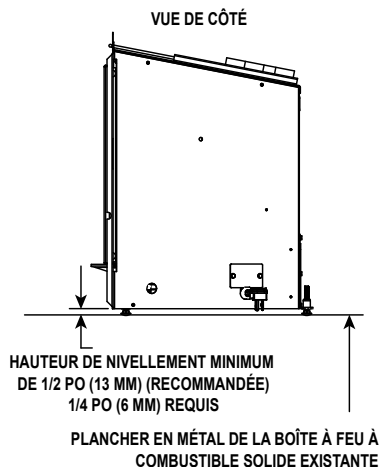

Figure 5.1-A
- Un espace d'au moins 1/2 po (13 mm) entre le fond du poêle et le plancher en métal de la boîte à feu à combustible solide est **RECOMMANDÉ** afin d'obtenir un rendement optimal. Voir la vue de côté à la Figure 5.1.